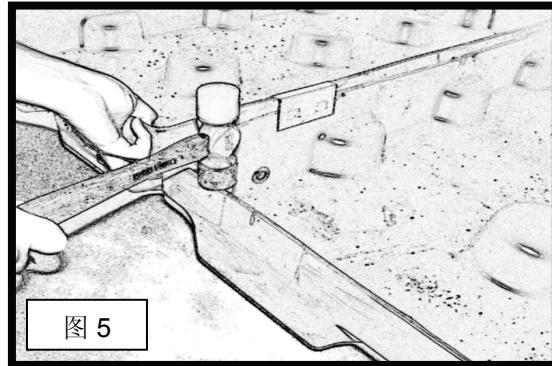

图 5
- 1) 将一个液体收集槽从地上稍稍抬起，轻轻敲击另外一个连在一起的液体收集槽上缘（见图 5）。注意：在拆开液体收集槽时，随时要记住把过滤网格取下，而且要确保凹坑区域没有积液。